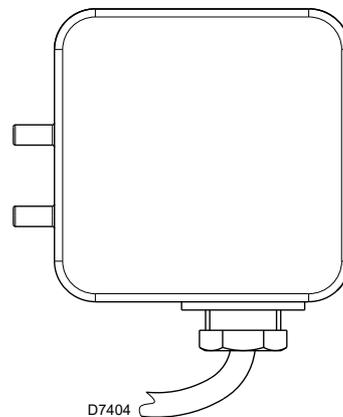

Abb. 19
- Stellen Sie den Luftdruckwächter (Abb. 19) auf den Skalenanfangswert ein.
Führen Sie die Einstellung des Luftdruckwächters (Abb. 19) aus, nachdem alle anderen Einstellungen des Brenners bei auf den Skalenanfang eingestellten Luftdruckwächter vorgenommen wurden.